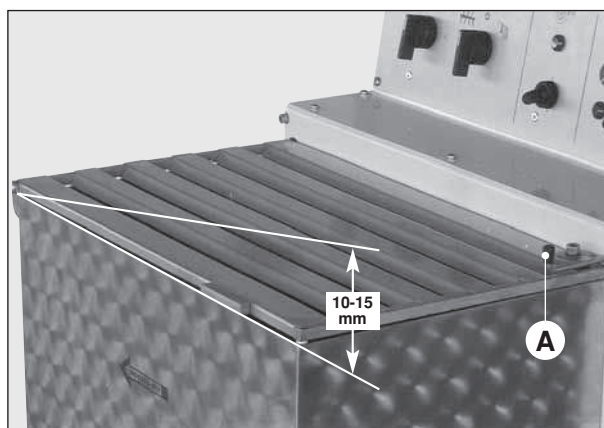

Fig. 33
- L'efficienza del doppio dispositivo di sicurezza sul coperchio. Il dispositivo aziona due microinterruttori: uno comandato dal gancio sul coperchio (Fig. 33 A) all'interno della fessura di fermo, e l'altro dal coperchio stesso.
Per la verifica controllare che l'intervento del micro all'interno della fessura inizi quando il gancio non è ancora uscito dalla fessura stessa; il micro del coperchio si deve sentire scattare quando il coperchio è sollevato di circa 10-15 mm (Fig. 33).